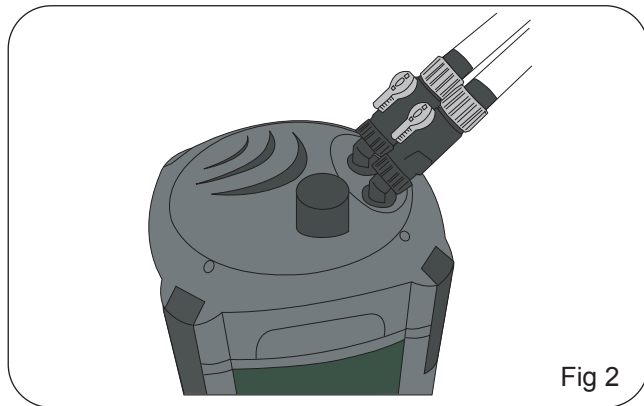

Fig 2
2. Verwijder het filterrooster en de mediamandjes uit de bus, verwijder alle media uit de plastic zakjes en doe ze in hun mandje terug in de volgorde die in de afbeelding op pagina 4 staat aangegeven. Spoel de mandjes met de media onder kraanwater af om overtollig stof te verwijderen. Fig. 2
4. Koppel de kraantjes los van de kop door ze los te draaien. Draai de ring los die zich het dichtste bij de kop van de filter bevindt. Niet degenen die zich aan de kant van de slang bevinden. Wees erop bedacht dat er wat water uit komt. Fig. 2